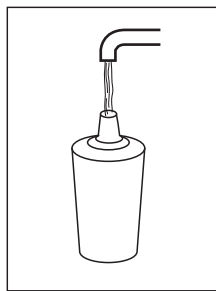

Fig. 18
- Remplir le filtre d'eau **(Fig.18)**